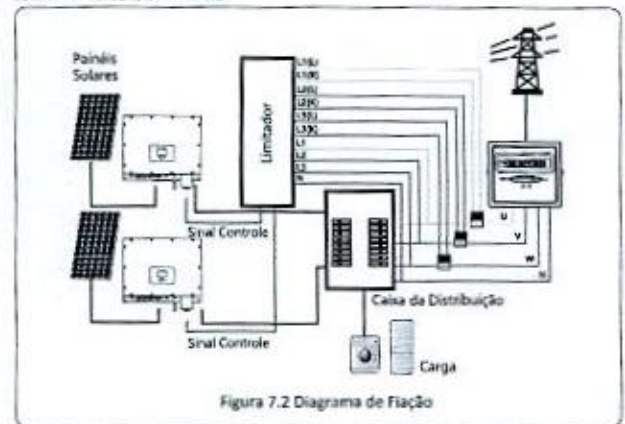

Figura 7.2 Diagrama de Fiação
Após ler isso, acreditamos que você concluiu a conexão de acordo com os requisitos do capítulo 5. Se seu inversor estiver ligado e quiser usar a função de limitador, desligue o interruptor CA e CC do inversor, e aguarde 5 minutos até que o inversor esteja completamente descarregado. Para facilitar o uso da função de limitador, fornecemos especificamente o diagrama de fiação, conforme mostrado na Figura 7.2, as linhas vermelhas conectadas à rede de distribuição chamadas fio(L), linha azul demonstra a linha neutra (N), e as linhas amarela e verde demonstram o fio terra (PE).